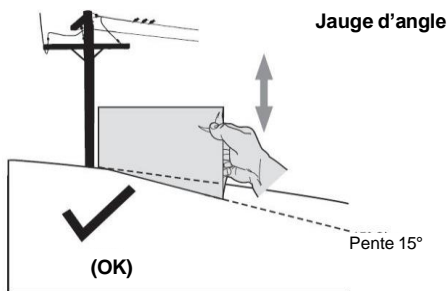

Figure 1
3. Alignez chacun des côtés de la jauge d'angle d'inclinaison avec l'objet de référence (voir Figures 1 et 2).
4. Ajustez la position de la jauge en haut ou en bas de telle manière que le coin gauche touche la pente (voir Figures 1 et 2).